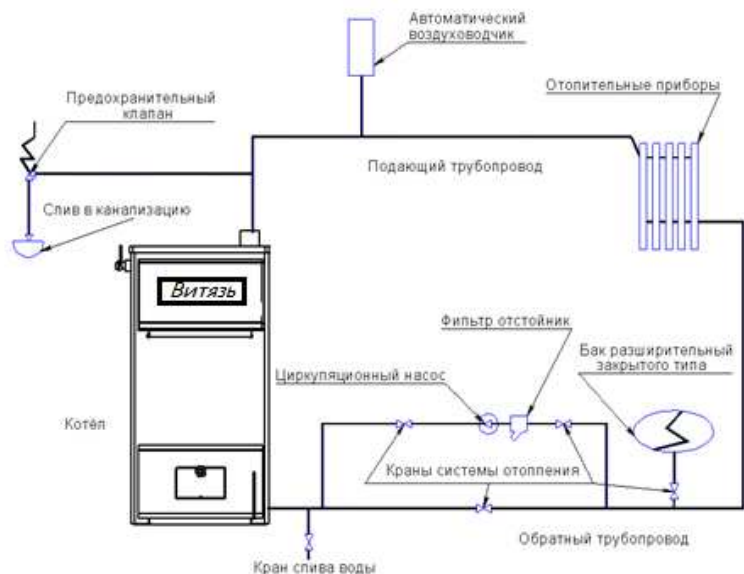

Рис.5 Схема закрытой системы водяного отопления, применяется расширительный бак закрытого типа
5.12. Расширительный бак мембранного типа (рис.5) устанавливается для закрытой системы отопления. Объём расширительного бака зависит от объёма системы отопления и рассчитывается при проектировании системы отопления.